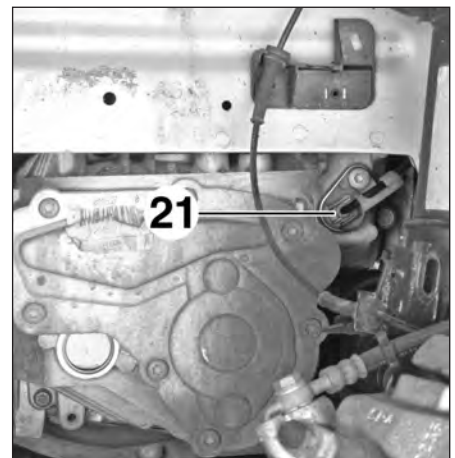

FIG.110
- l'actionneur de verrouillage de marche arrière (21) (Fig.110).